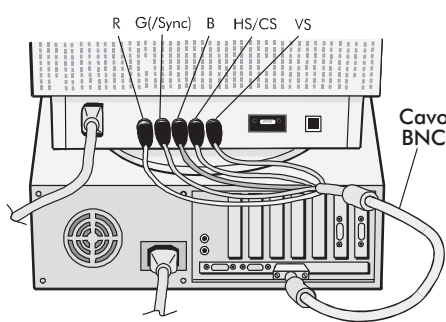

Figura C.1
3. Connettere il cavo BNC del colore rosso sul connettore BNC del monitor siglato con la lettera R. Connettere il cavo BNC del colore verde sul connettore BNC del monitor siglato con la lettera G(/Sync). Connettere il cavo BNC del colore blu sul connettore BNC del monitor siglato con la lettera B. Se il totale dei BNC da collegare e' di quattro cavi (connessione di tipo composita) connettere il quarto cavo sull'ingresso del monitor siglata HS/CS. Se il totale dei BNC da collegare e' cinque connettere il sincronismo orizzontale su connettore siglato HS/CS, e il segnale verticale sul connettore siglato VS (Figura C.1).